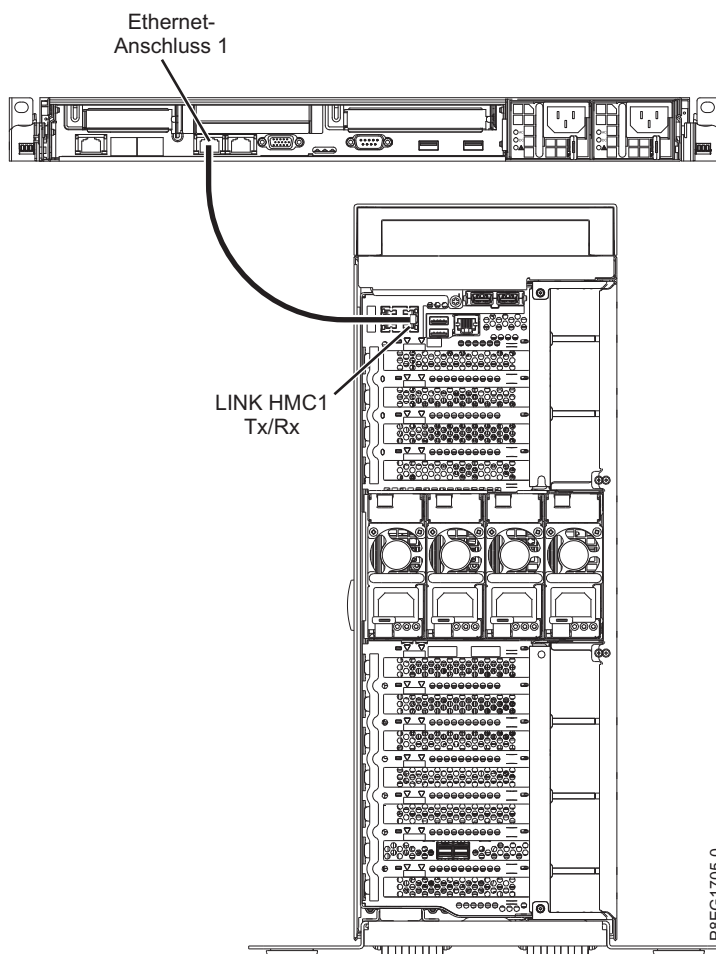

Abbildung 13. HMC an das verwaltete System anschließen
1. Wenn Sie Ihre HMC direkt an das verwaltete System anschließen möchten, schließen Sie den **Ethernet-Anschluss 1** der HMC an den Anschluss **HMC1** des verwalteten Systems an. Siehe Abb. 13.